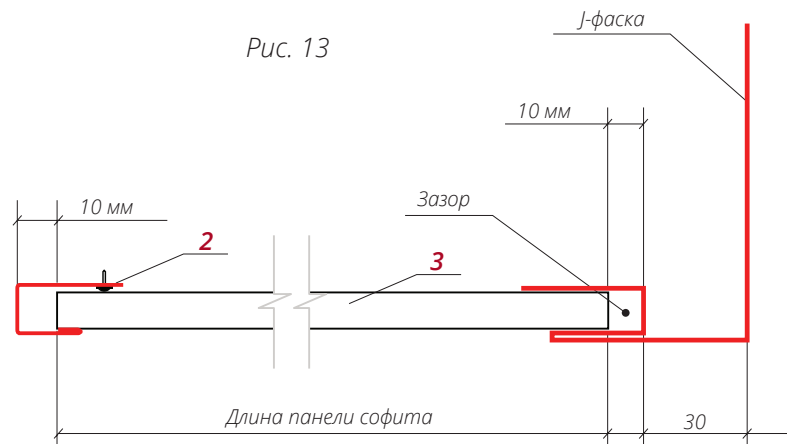

Рис. 13
**Внимание!** Замок на краю панелей может быть слегка зажат, что помешает следующей панели войти в паз замка. Рекомендуется слегка отогнуть замок до штатного положения отверткой или другим инструментом (рис. 13а).
Рис. 13а
- Заведите подготовленную панель **3** до упора в паз J-профиля **2**, второй край вставьте в паз J-фаски **1**. Сдвиньте панель на середину пазов и закрепите саморезами (рис. 13).